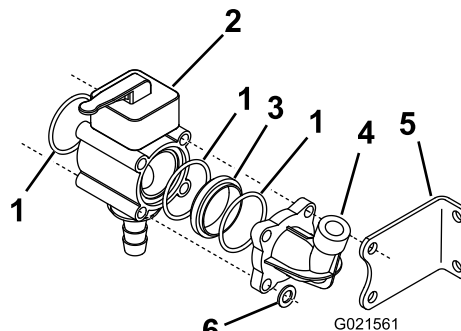

Figura 7
9. Fate scorrere le rondelle sulle aste che non vanno inserite attraverso la staffa di montaggio sinistra e montate un dado di bloccaggio sull'estremità sinistra di ciascuna asta (Figura 7).
10. Preassemblate il gruppo collettore della valvola manuale utilizzando la valvola manuale, un O-ring, un riduttore dalle parti sciolte, un O-ring e l'attacco per l'indicatore di pressione rimosso in precedenza (Figura 7).
12. Montate una rondella e 2 controdadi sul lato destro di ciascuna delle 4 aste filettate per fissare il riduttore al gruppo valvole di bypass della barra (Figura 7).